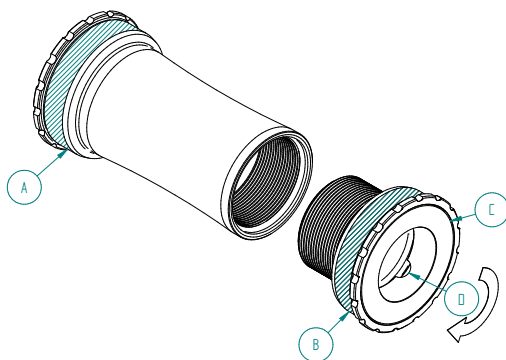

Fig. 2
- Lubricate both caps (A and B) surfaces where BB fit the BB shell of frame area of the frame (Fig. 2).
- Install the left cap (A) on the left side of the frame, thus making sure to bring the cap stop in touch with the frame and taking care not to stress the bearings (C).
- Install the right cap (B) on the right side of the frame, thus screwing it manually by turning it clockwise to couple it to the left cap.
- Make sure to carry out maintenance on the CeramicSpeed bearings at the times and in the manner required by the original Manufacturer's instruction booklet, supplied inside the INTEGRALE RD 86.5x41 bottom bracket box. To carry out maintenance, it is necessary to remove the external support (C) by pulling out on one of the two special semicircular slots (D).
- Lubrifiez les deux cuvettes (A et B) dans la zone d'interférence du cadre (Fig. 2).
- Installez la cuvette de gauche (A) dans la partie gauche du cadre, en veillant à mettre la butée de la cuvette en contact avec le cadre et à ne pas exercer de contrainte sur les roulements situés sous le support extérieur gris (C).
- Installez la cuvette de droite (B) dans la partie droite du cadre, en la vissant manuellement dans le sens des aiguilles d'une montre pour l'accoupler à la cuvette de gauche.
- Veillez à entretenir les roulements CeramicSpeed aux fréquences et selon les modes figurant dans la notice du fabricant, fournie dans la boîte du boîtier de pédalier intégral RD 86,5x41. Pour effectuer l'entretien, le support extérieur gris (C) doit être retiré en faisant lever sur l'une des deux fentes semi-circulaires spécifiques (D) situées à l'intérieur.
- Schmier Sie beide Kappen (A und B) im Eingriffsbereich des Rahmens (Abb. 2).
- Installieren Sie die linke Kappe (A) im linken Teil des Rahmens. Achten Sie dabei darauf, den Anschlag der Kappe in Kontakt mit dem Rahmen selbst zu bringen und achten Sie darauf, dass die Lager unter der externen grauen Stütze (C) nicht zu belasten werden.
- Installieren Sie die rechte Kappe (B) im rechten Teil des Rahmens, indem Sie sie manuell durch Drehen im Uhrzeigersinn festschrauben, um sie mit der linken Kappe zu verbinden.
- Vergewissern Sie sich, die Wartung der Lager von CeramicSpeed innerhalb der Zeiten und Bedingungen, die in der Bedienungsanleitung des Herstellers angegeben sind, die in der Schachtel des integralen Tretlagers RD 86,5x41 mitgeliefert wird, einzuhalten. Um die Wartung durchzuführen, ist es erforderlich, den externen grauen Träger (C) zu entfernen, indem eine der entsprechenden halbrunden Schlitze, die intern angeordnet sind, genutzt wird.
- Lubrique ambas cazoletas (A y B) en la zona de interferencia del cuadro (Fig. 2).
- Instale la cazoleta izquierda (A) en la parte izquierda del cuadro, asegurándose de que el tope de la cazoleta entre en contacto con el cuadro y teniendo cuidado de no forzar los rodamientos situados debajo del soporte exterior gris (C).
- Instale la cazoleta derecha (B) en la parte derecha del cuadro, enroscándola a mano en sentido horario, para acoplarla a la cazoleta izquierda.
- Asegúrese de efectuar el mantenimiento de los rodamientos **CeramicSpeed** con la asiduidad y modalidades indicadas en el manual de instrucciones del producto suministrado dentro de la caja del movimiento central **Integrale RD 86,5x41**. Para efectuar el mantenimiento es necesario retirar el soporte exterior gris (C) haciendo palanca en una de las dos hendiduras semicirculares (D) dispuestas en la parte interior.